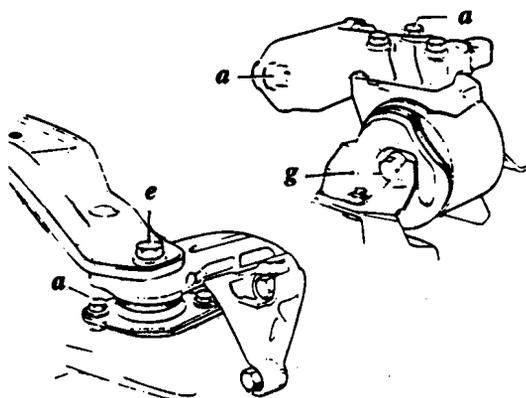

图 1-3 总成支座
- (2) 驱动轴与法兰： $45N \cdot m$
- (3) 助力转向泵与支架： $20N \cdot m$
- (4) 总成支座（图 1-3）各处的拧紧力矩如下：